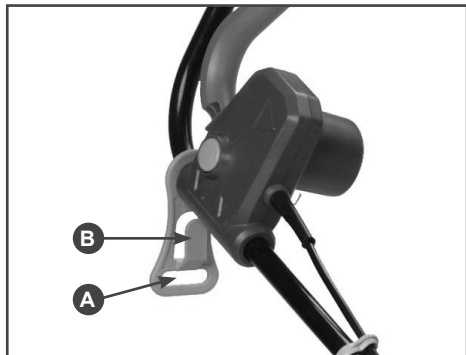

Рис.1 Держатель кабеля
В целях безопасности, во время работы, кабель необходимо зафиксировать в специальном держателе, расположенном на рукоятке газонокосилки (Рис.1).
- Для закрепления кабель сложить петлей и ввести в отверстие (А) Рис.1. Затем надеть его на крюк (В) и затянуть до отказа.